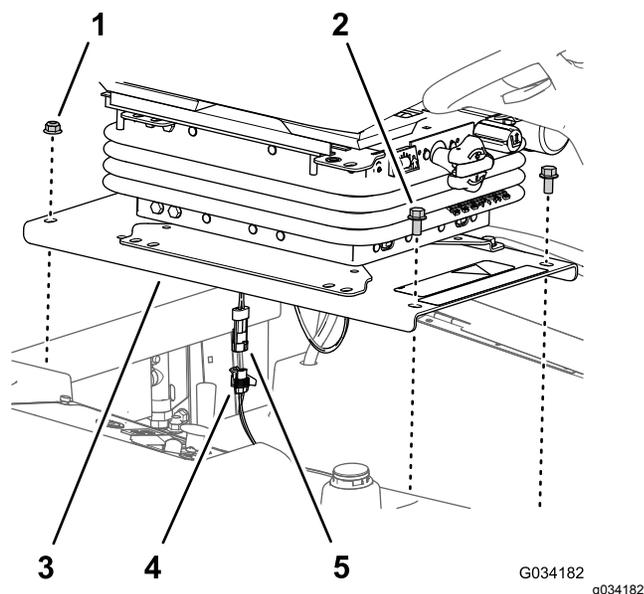

Figura 35
2. Rimuovete i 2 dadi di bloccaggio flangiati (3/8") che fissano la parte posteriore della piastra del sedile al telaio della macchina (Figura 35).
4. Scollegate il connettore a 2 pin per il cablaggio del comando di presenza operatore dal connettore a 2 prese del cablaggio preassemblato della macchina (Figura 35).
1. Rimuovete i 2 bulloni a testa flangiata (3/8" x 3/4") che fissano la parte anteriore della piastra del sedile al telaio della macchina (Figura 35).
2. Collegate il connettore a 2 pin per il cablaggio del comando di presenza operatore al connettore a 2 prese del cablaggio preassemblato della macchina; fate riferimento a Figura 35.
3. Allineate i fori posteriori nella piastra del sedile (Figura 35) con i 2 bulloni a testa tonda (3/8" x 1") nel canale del radiatore.
4. Montate la piastra del sedile (Figura 35) sui bulloni a testa tonda con i 2 dadi di bloccaggio flangiati (3/8") rimossi al passaggio 2 di
5. Allineate i fori anteriori nella piastra del sedile (Figura 35) con i filetti delle aste del serbatoio.
6. Montate la piastra del sedile (Figura 35) sulle aste del serbatoio con i 2 bulloni a testa flangiata (3/8" x 3/4") rimossi al passaggio 1 di Rimozione del sedile e della relativa piastra \(pagina 41\).